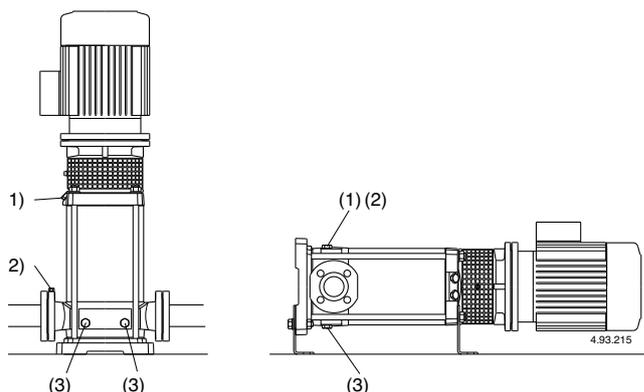

Fig. 3 (1) Llenado y purga
Con la **bomba por encima del nivel de agua** a elevar, (funcionamiento en aspiración, (**Fig. 2A**), o con una carga insuficiente, (inferior a 1 m) para abrir la válvula de retención, llenar el tubo de aspiración y la bomba a través del orificio (1) (**fig. 3**).
(2) Purga aspiración
(3) vaciado
Con el **nivel de agua en aspiración por encima de la bomba**, (funcionamiento bajo carga, **fig. 2B**), llenar la bomba abriendo lentamente y completamente la compuerta del tubo de llegada teniendo la compuerta de la impulsión abierta y también los agujeros de purga (1), (2) (**fig. 3**) para hacer salir el aire.
Cerrar los agujeros de purga (1), (2) (**fig. 3**), para MXV-B, MXV(L) 25-32-40 und MXV(L)4 25-32-40 Atornillar los
Si se verifica una pérdida del cebado, (interrupción en el flujo de impulsión, estando las compuertas abiertas), o si se nota una oscilación de la presión indicada en el manómetro, repetir el purgado del lado aspiración (2) verificar que todas las juntas del tubo de aspiración estén perfectamente herméticas y cerrar el tornillo de cebado (2), y los tornillos de vaciado (3) en el lado de aspiración (fig. 3).
Posiblemente, como el caso de empleos temporales con líquidos sucios, hacer funcionar brevemente la bomba con agua limpia para remover los depósitos. O bien, después del vaciado proseguir con un lavado metiendo agua (al menos 40 litros) en el agujero de llenado (1) lado impulsión y dejándola salir por el agujero de vaciado (3) lado aspiración (fig.3).
Sacar ambos tornillos (14.12), (pos. 3, fig. 3).
Antes del desmontaje cerrar la compuerta de aspiración, y la de impulsión, y vaciar el cuerpo de la bomba (fig. 3).